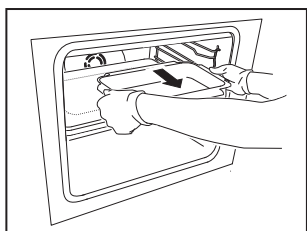

Fig. 2
2. Utilisez alors les poignées latérales pour saisir et retirer complètement le récipient de cuisson avec plus de facilité (Fig. 2).